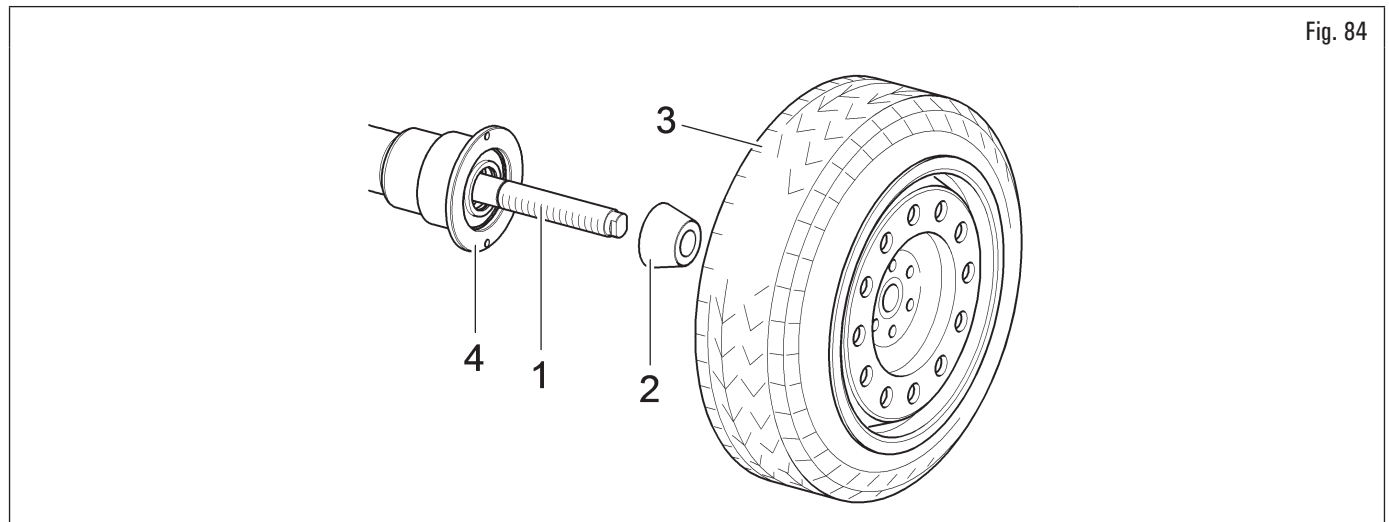

Fig. 84
1. Libérer la roue (Fig. 84 réf. 3) de tout corps étranger : poids déjà existants, pierres et boue, et s'assurer que le mandrin (Fig. 84 réf. 1) et la zone de centrage de la jante soient propres, avant de monter et fixer la roue sur le mandrin ;
2. choisir attentivement le cône (Fig. 84 réf. 2) approprié à la roue à équilibrer. Le choix de ces accessoires est lié à la forme de la jante. Positionner la roue (Fig. 84 réf. 3), en montant le cône (Fig. 84 réf. 2) sur le mandrin (Fig. 84 réf. 1) avec attention (sans quoi, ce dernier risque de se gripper) jusqu'à ce qu'il butte contre le flasque d'appui (Fig. 84 réf. 4) ;